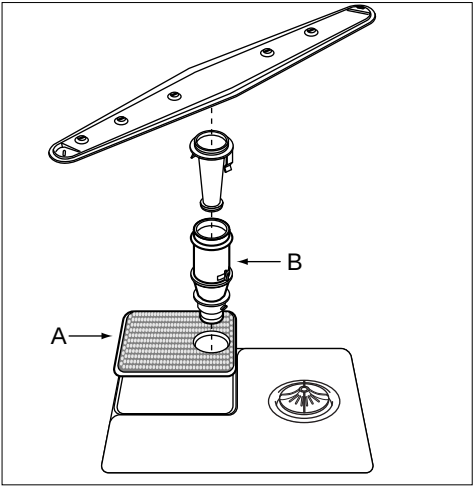

fig. 11
- Enlevez l'arroseur du bas en le tirant vers le haut (voir fig. 11).